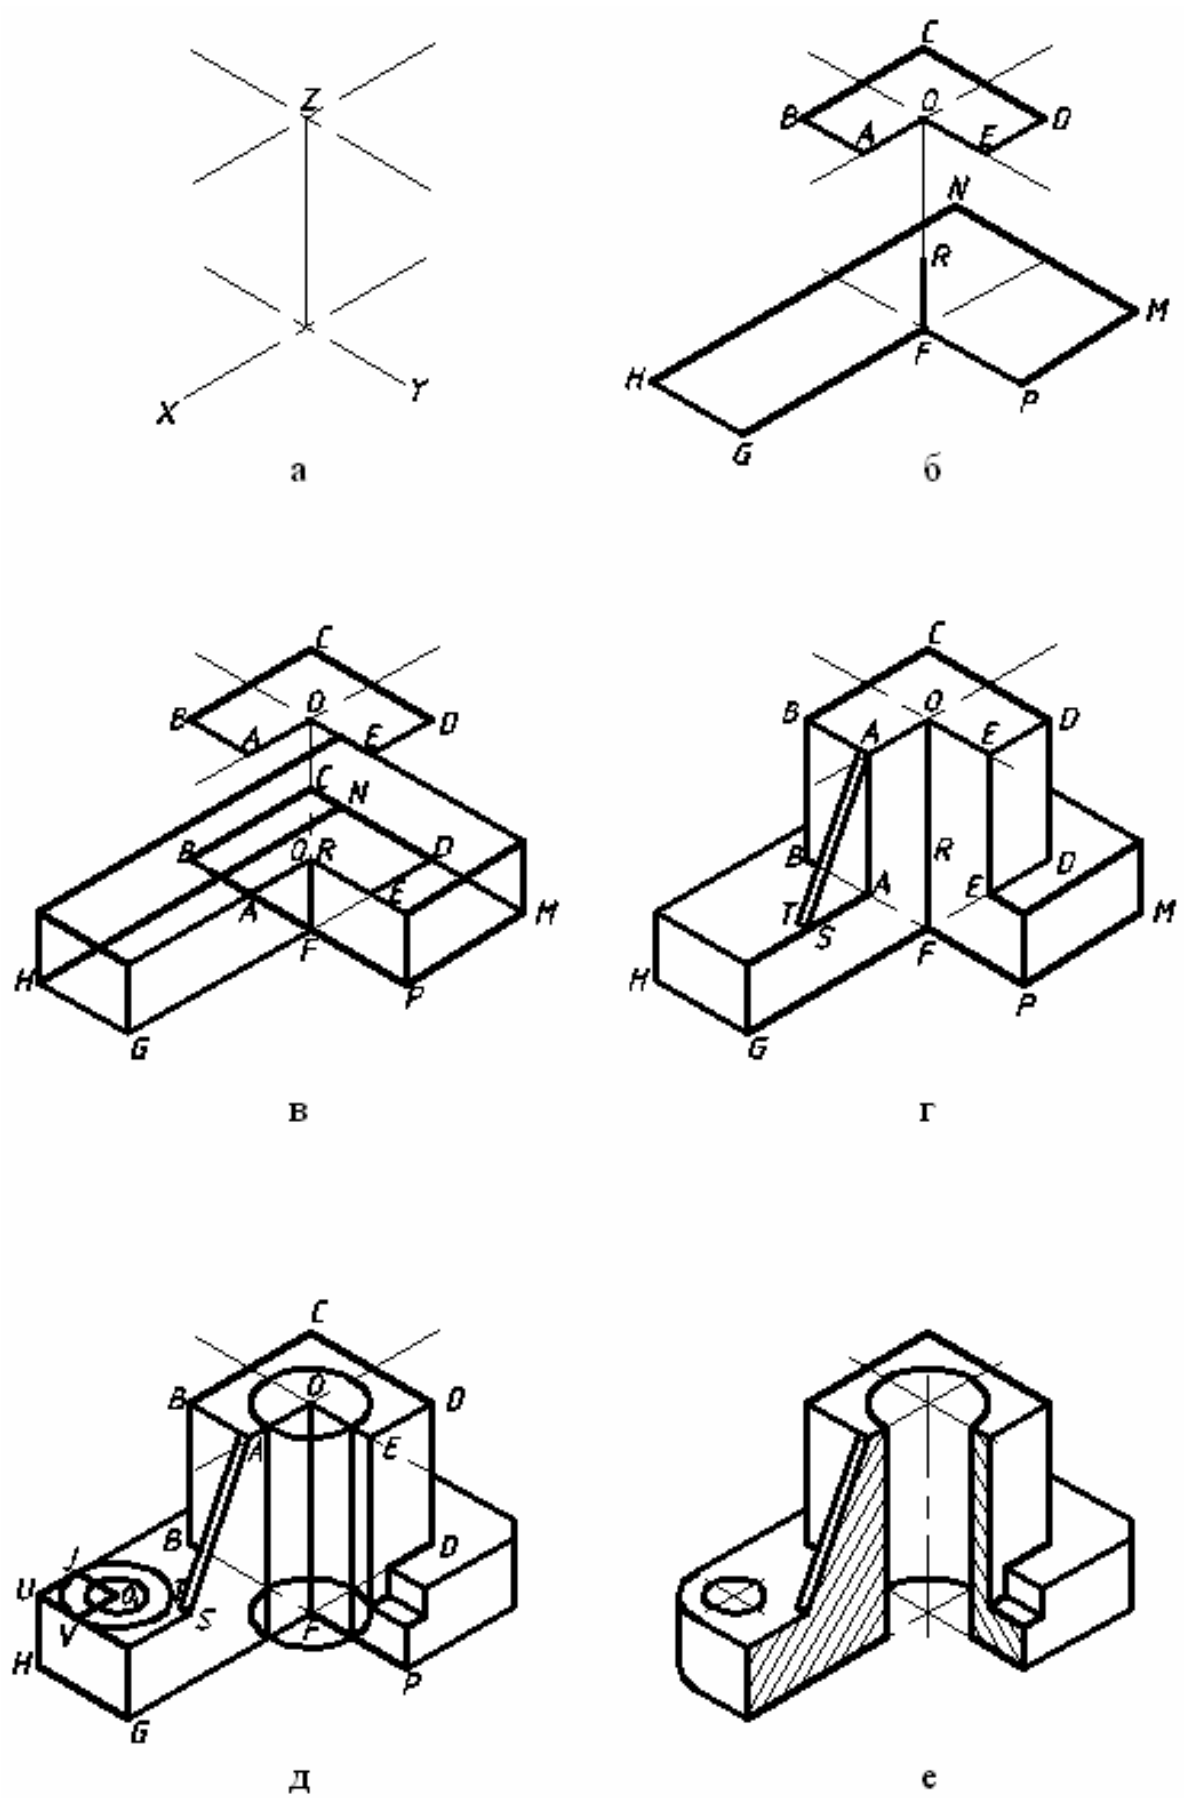
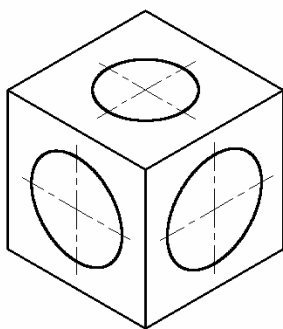

Рис. 25. Этапы построения аксонометрической проекции
Рис. 26. Ориентация эллипсов в аксонометрии
4. Вычертим аксонометрические оси (рис. 25, а):
5. Вычертим контуры верхнего и нижнего оснований детали (рис. 25, б):
6. Построим грани детали, параллельные основаниям (рис. 25, в):
7. Построим вертикальные и наклонные ребра (рис. 25, г):
8. Построим контуры отверстия диаметром 28 мм (рис. 25, д). Следует иметь в виду, что окружности проецируются на аксонометрические плоскости в виде эллипсов (рис. 26):
- на запрос **Выберите обрезаемый...объект...:** щелкнем мышью по нижней части линии верхнего эллипса (см. рис. 25, д). Участок эллипса между ближайшими линиями, которые пересекают эллипс, будет удален;
- построим отрезки **UJ**, **JO1**, **O1V**, равные 13 мм (см. рис. 25, д);
12. Готовая аксонометрическая проекция показана на рис. 25, е.